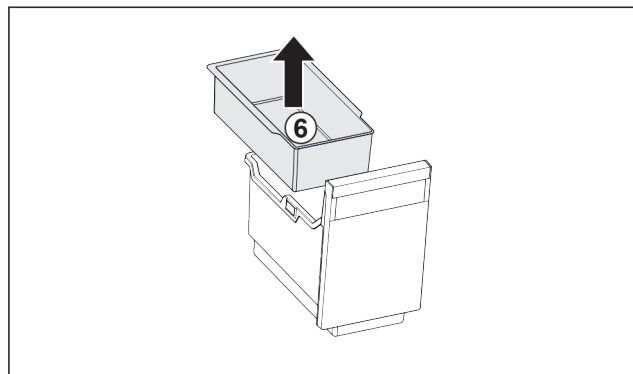

Fig. 119
- ▶ Vyjměte závěsnou misku Fig. 119 (6).